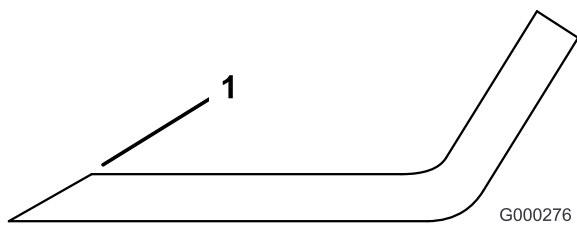

Figura 79
1. Affilate i taglianti da entrambe le estremità della lama con una lima (Figura 79). Rispettate l'angolazione originale. La lama conserva il proprio equilibrio soltanto se viene rimossa una quantità uguale di materiale da entrambi i taglianti.